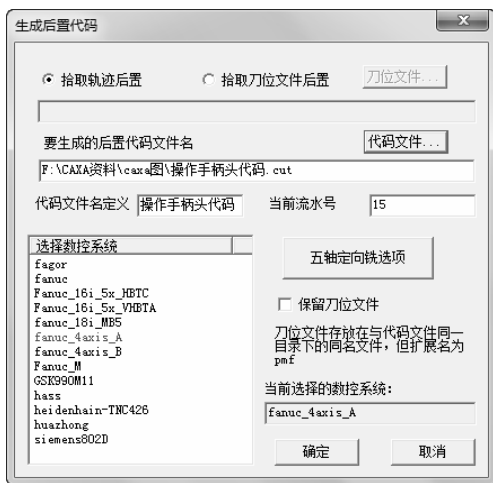

图 4-16 “生成后置代码”对话框
1) 选择下拉菜单“加工”→“后置处理 2”→“生成 G 代码”命令，系统自动弹出“生成后置代码”对话框，选取“拾取轨迹后置”，并选择如图 4-16 所示数控加工系统，其余设置为系统默认。